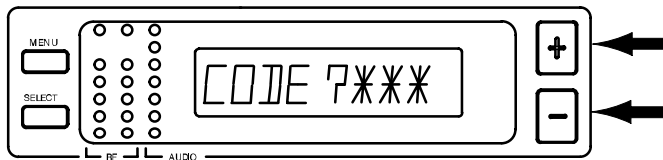

FIGURA 32
4. Oprima los botones “+”, “-” y “+”, en ese orden, para bloquear las funciones de programación de la pantalla. El mensaje mostrado en la Figura 32 aparecerá en la pantalla. Cuando está activada, la función de bloqueo de la pantalla impide que se hagan cambios no autorizados a los valores de ajuste del receptor.